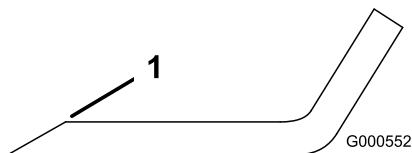

**Figura 45**
Sujete el extremo de la cuchilla usando un trapo o un guante grueso. Retire del eje el perno de la cuchilla, la arandela curva, el refuerzo de la cuchilla y la cuchilla (Figura 45).
- Instale la cuchilla en el eje (Figura 45).
- Instale el refuerzo de la cuchilla, la arandela curva (con la copa hacia la cuchilla) y el perno de la cuchilla (girándolo en sentido horario) (Figura 45).